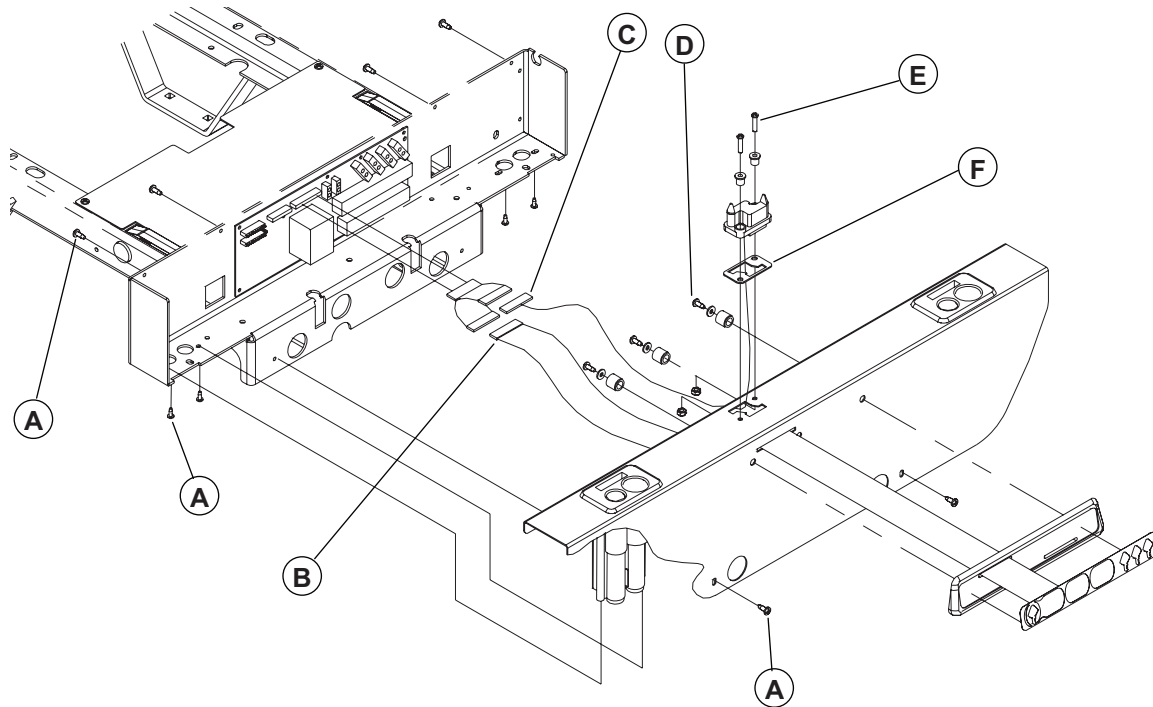

Figure 4.2 A
7. À l'aide du tournevis Phillips no 2, retirez les dix vis (A, Figure 4.2 A, page 31) retenant le couvercle et les deux blocs porte-tige à la boîte de pied. Soulevez et retirez le couvercle en prenant soin d'abord de déconnecter de la carte électronique, le câble (B, Figure 4.2 A, page 31) du module de commandes et, s'il y a lieu, le câble (C, Figure 4.2 A, page 31) du connecteur de la boîte de pied (en option).
8. À l'aide du tournevis Phillips no 2, retirez les quatre vis (D) retenant les deux parties du couvercle de plastique recouvrant le mécanisme de côté de lit. Retirez le couvercle.
9. À l'aide des deux clés mixtes 1/2", retirez l'écrou, l'entretoise à épaulement et le boulon (J) retenant le crochet de verrouillage à la plaque. Retirez le crochet.